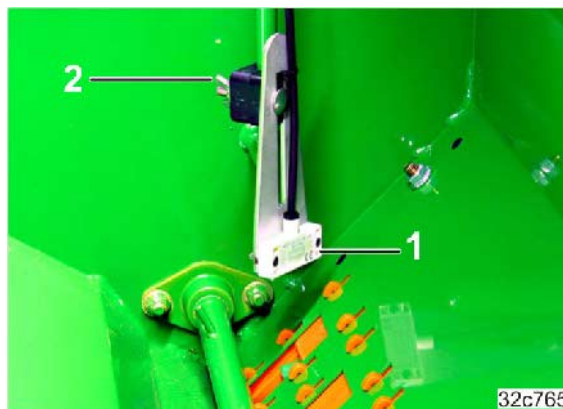

Рис. 113
1. Отрегулируйте высоту установки датчика уровня заполнения (Рис. 113/1) в соответствии с нужным остатком посевного материала.
2. Затяните барашковую гайку (Рис. 113/2).